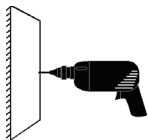

Figura 1
- Praticare un singolo foro utilizzando una punta da legno da 4mm oppure un tassello da muro per pareti in mattoni e calcestruzzo. (Figura 1.)